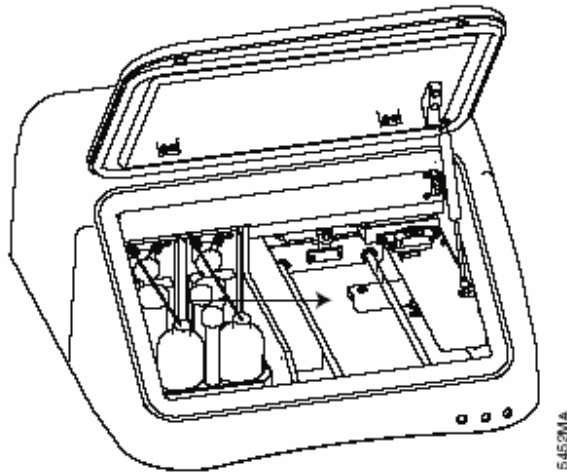

Abbildung 24. Rückführung des optischen Messkopfes in die Ausgangsstellung.
13. Bringen Sie den optischen Messkopf zurück in die Ausgangsposition, indem Sie ihn von der Mitte des Gerätes ganz nach rechts schieben (Abb. 24).